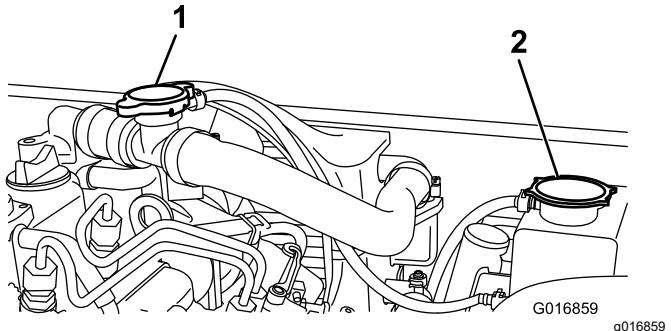

図 55
2. ラジエターの補助タンクのキャップを取る図 55。
2. 補給口のキャップ図 55を外して冷却液を入れる。
3. 補給口のキャップを元通りにはめ、補助タンクのキャップを開ける図 55。